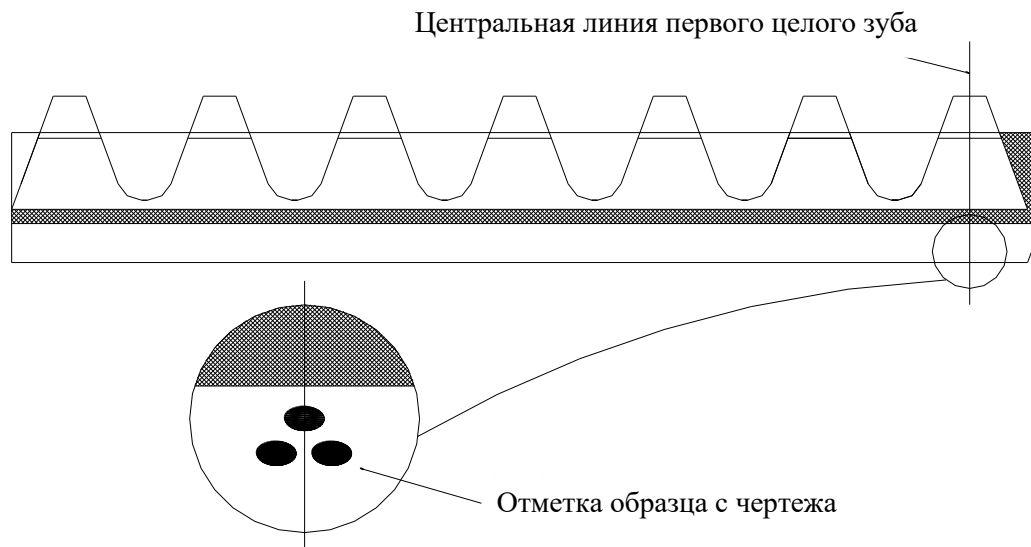

Рисунок 6-8. Расположение метки на зубчатой рейке
3. На первом зубе правой и левой рукоятей сделать пометку так, чтобы она не стерлась (см. рисунок 6-8).